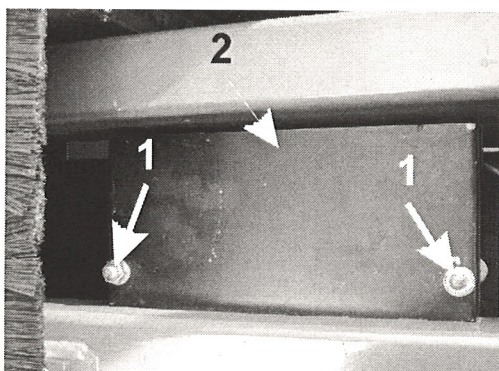

Bild 23
1) Entfernen Sie zuerst die SKT- Muttern an der Batteriebefestigung (Bild 23/1).